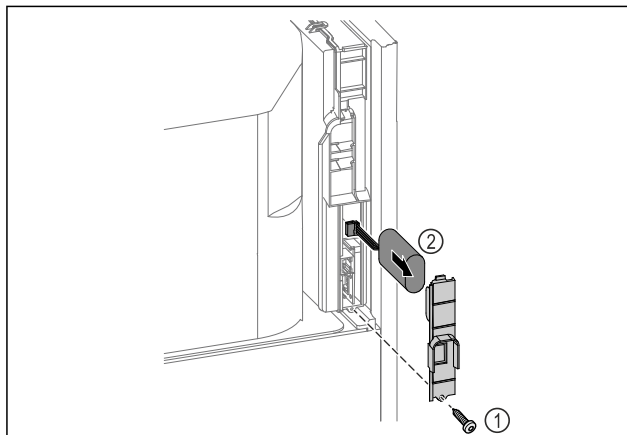

Fig. 254
- Vyskrutkujte skrutku a odstráňte kryt na zadnej strane zariadenia Fig. 254 (1).
- Odpojte a vyberte batériu Fig. 254 (2).